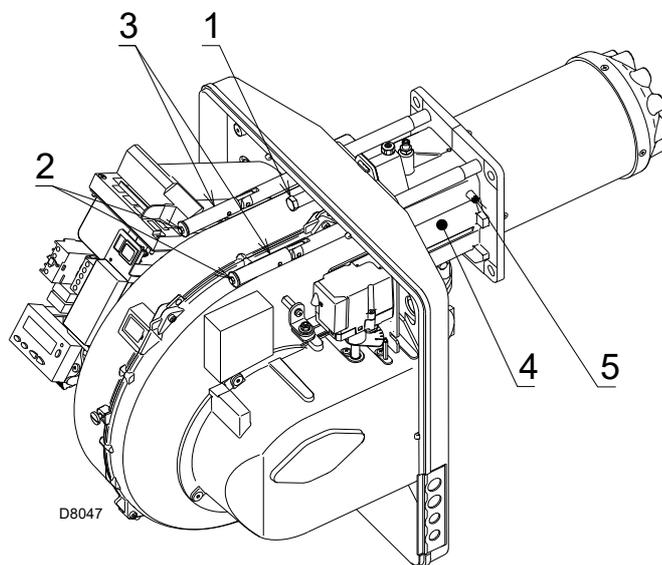

Fig. 20
- insérer le câble de la sonde et le câble de l'électrode puis faire glisser le brûleur jusqu'au manchon dans la position illustrée sur la Fig. 20;